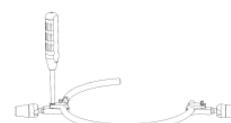

Figura 7
- Utilizzando la **chiave esagonale** (AL-0106), svitare i morsetti di entrambi i **bracci articolati**. Inserire l'**anello divaricatore** nei morsetti e stringere i morsetti attorno all'anello dove è presente l'indicazione "Attach Rigid Arm Here" (Collegare il braccio rigido qui) (Figura 7).